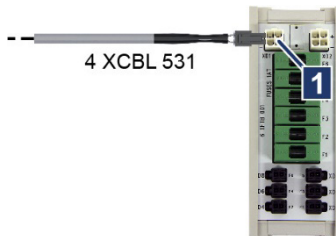

Abb. 6-6: Spannungsversorgung an XFTB
2. Spannungsversorgungskabel 4 XCBL 531 am Sicherungsblock XFTB in Buchse *XD1* oder *XD2* stecken (→Abb. 6-6 /1).